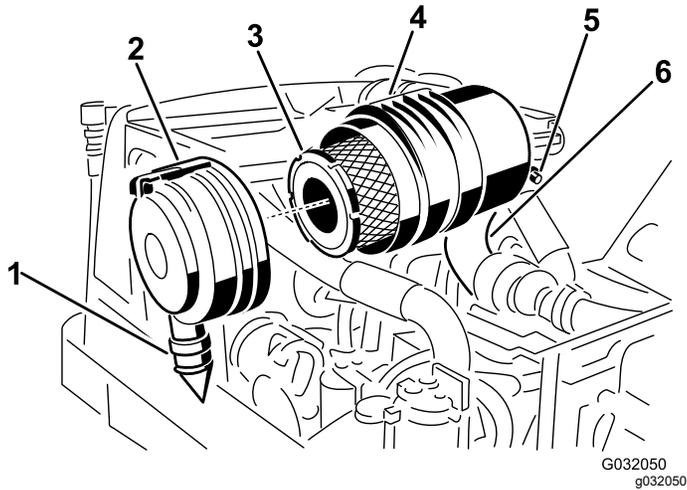

图 46
7. 安装盖子时将橡胶排气阀位置朝下——即从末端看介于5点钟至7点钟位置之间并用门锁固定图46。
2. 拆下主滤芯图46。
3. 更换主滤清器图46。